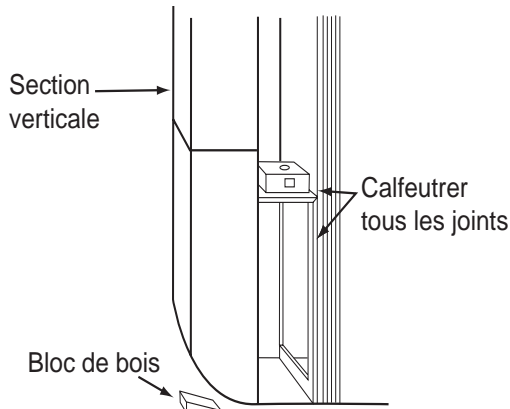

Figure 16
5. Raccorder le conduit vertical sur le coude. Coincer un bloc de bois entre le plancher et le coude afin de supporter ce dernier (figure 16).